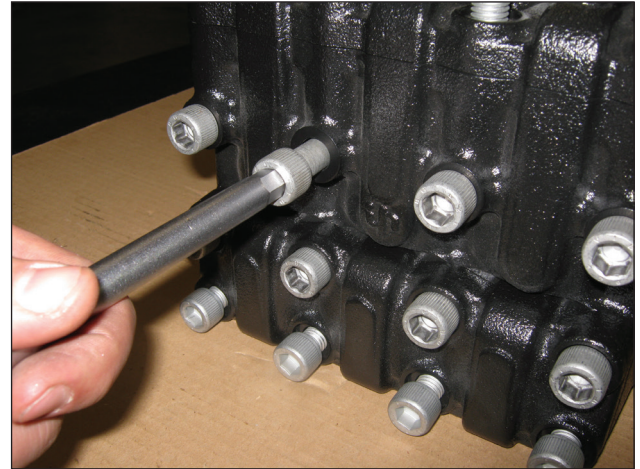

Fig. 24
A) Dévisser les vis de fixation de la tête M12x130 comme le montre la (Fig. 24).